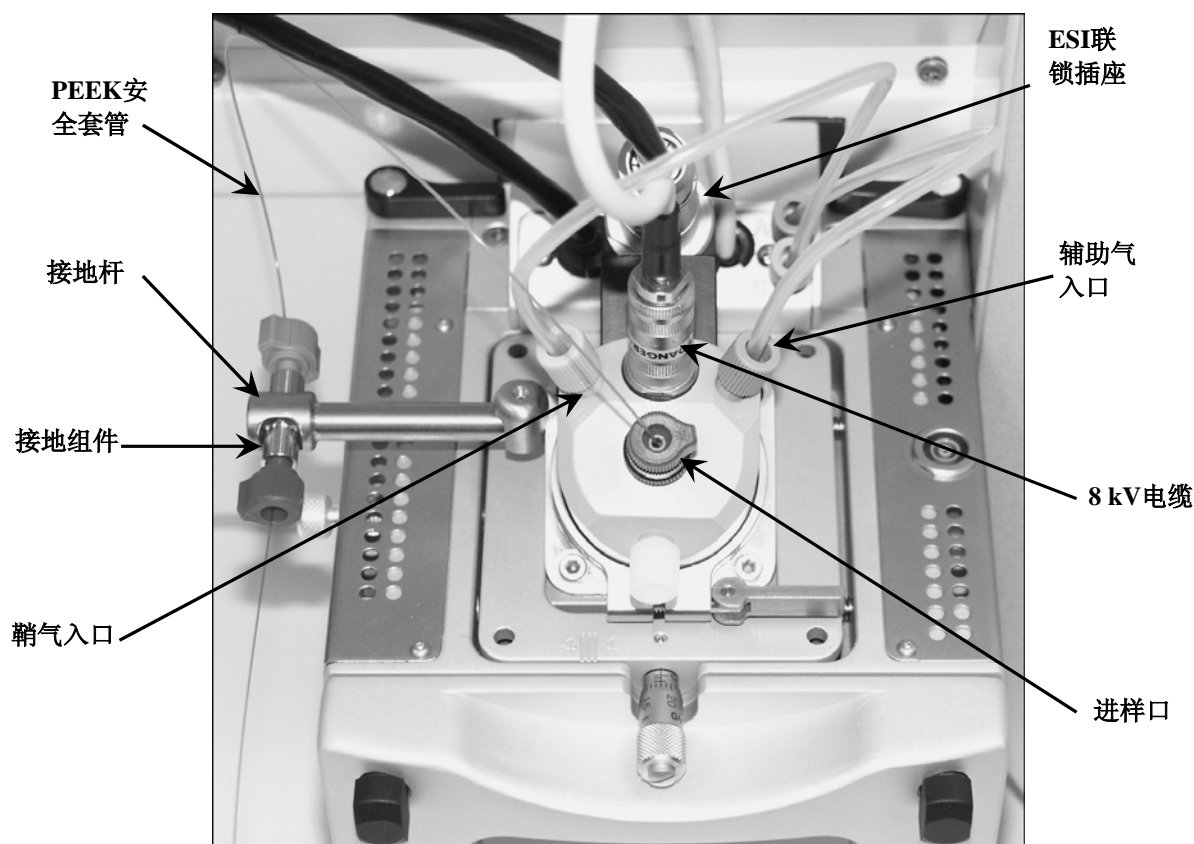

图2-12. 安装有ESI探头的Ion Max离子源外壳
7. 将不锈钢ZDV接头(接地接头)插入离子源外壳后的接地杆。见图2-12。
8. 将鞘气接头(蓝色)连接到探头管路上的鞘气入口(S) (图2-12)。
9. 将辅助气接头(绿色)连接到探头管路上的辅助气入口(A) (图2-12)。